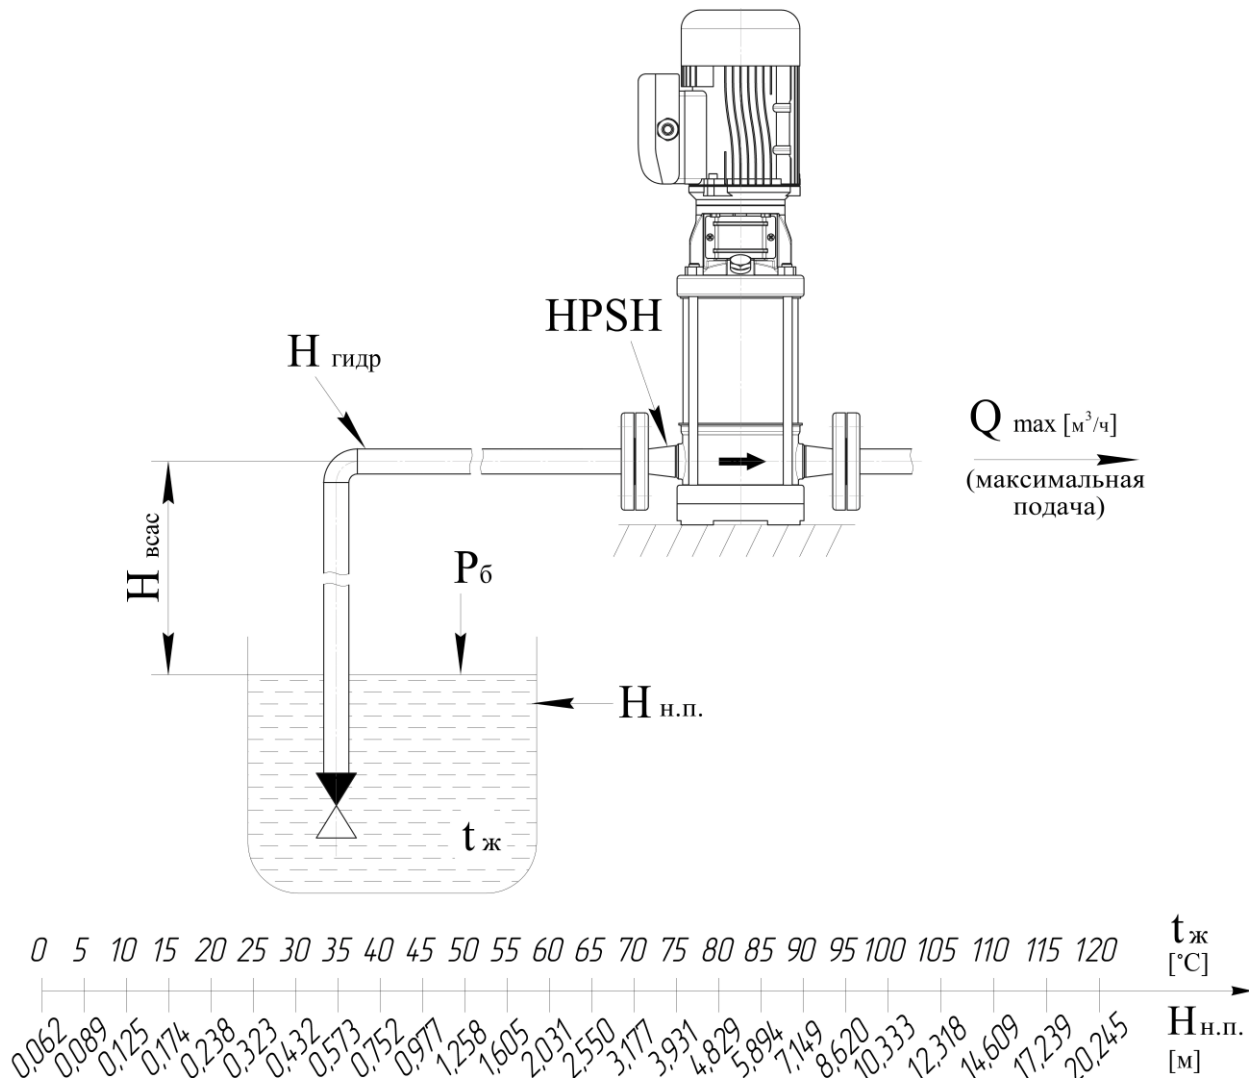

Рисунок 8 – Высота всасывания насоса(агрегата)
Максимальная высота всасывания рассчитывается в случае, если всасывание перекачиваемой жидкости происходит из резервуара, расположенного ниже уровня насоса (агрегата) см. рисунок 8 по формуле (2):